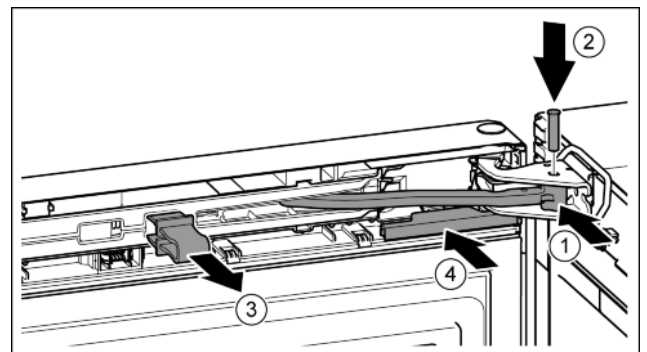

Fig. 40
- ▶ Gelenk in Lagerbock drehen. Fig. 40 (1)
- ▶ Bolzen in Lagerbock und Gelenk einsetzen. Dabei darauf achten, dass der Rastnocken korrekt in der Nut sitzt. Fig. 40 (2)
- ▶ Sicherung abnehmen. Fig. 40 (3)
- ▶ Abdeckung aufschieben. Fig. 40 (4)